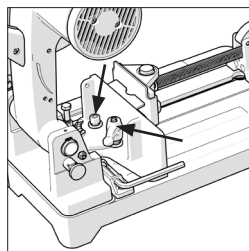

Fig. 8
- Afloje el tornillo de cabeza hueca M10 y el tornillo de bloqueo del mango palanca. (**Fig. 8**)